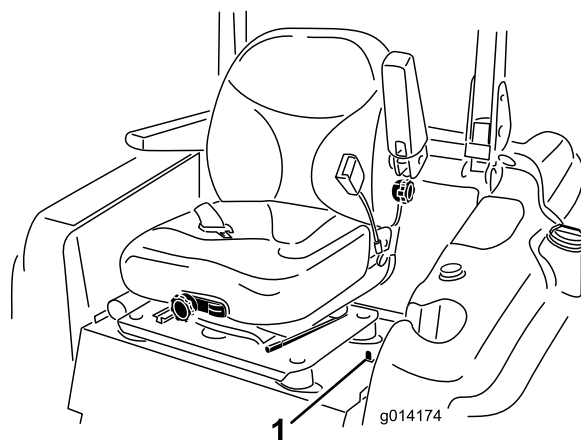

Figura 26
1. Spostate indietro il chiavistello del sedile, posto a sinistra di quest'ultimo, per sbloccare il sedile e tirate in avanti la parte superiore del sedile (Figura 26).